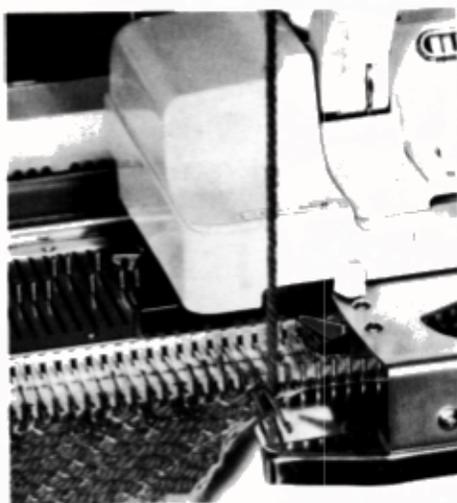

Fig. 135
- Passer le chariot de droite à gauche. La laine de tissage B entrera automatiquement dans le fourchet (fig. 135),